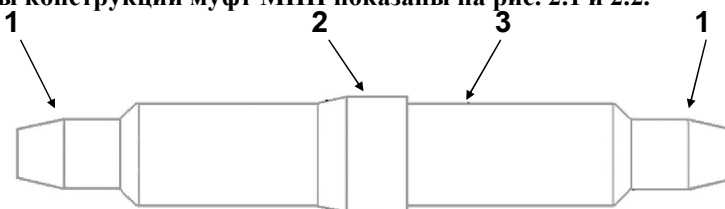

Рис. 2.1. Детали муфт МПП с разными полумуфтами:
2.2. Муфты прямые полиэтиленовые типа МПП состоят из двух полумуфт. Полумуфты могут быть разными. Варианты конструкции муфт МПП показаны на рис. 2.1 и 2.2.